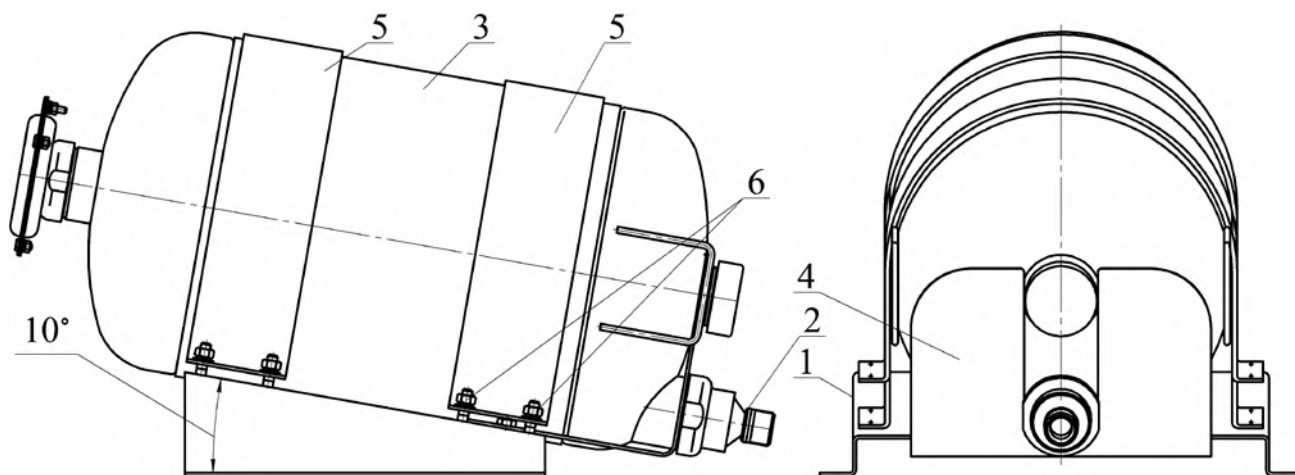

Рисунок 4
6.3.1 Закрепить опору кронштейна **1** (см. рисунок 4) на полу или на иной несущей горизонтальной поверхности. Допускается наклон поверхности для крепления не более  $80^\circ$  по отношению к горизонту с обязательной установкой МПП переходником **2**, предназначенным для выхода ОП, в направлении наклона. Координаты отверстий в опоре приведены на рисунке 5.
6.3.2 Установить МПП **3** (см. рисунок 4) на опору **1** таким образом, чтобы переходник **2** был направлен вниз и вошел в паз упора **4** опоры. МПП **3** должен быть поджат к упору **4**. МПП закрепить двумя хомутами **5** при помощи соединений болт – гайка **6**.